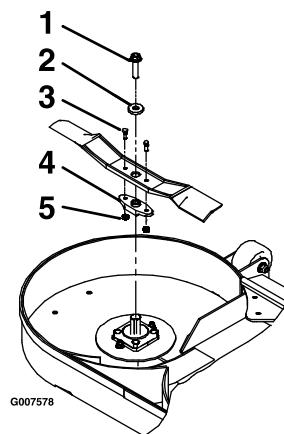

Figure 66
- Déposez la lame, la rondelle et le boulon de lame qui fixe la lame et son dispositif d'entraînement (Figure 66).
- Déposez le dispositif d'entraînement de la lame existante (Figure 66).
1. Posez le dispositif d'entraînement sur les lames neuves avec les boulons de cisaillement et les contre-écrous (Figure 66).
3. Posez la lame, la rondelle et le boulon de lame sur l'axe (Figure 66).